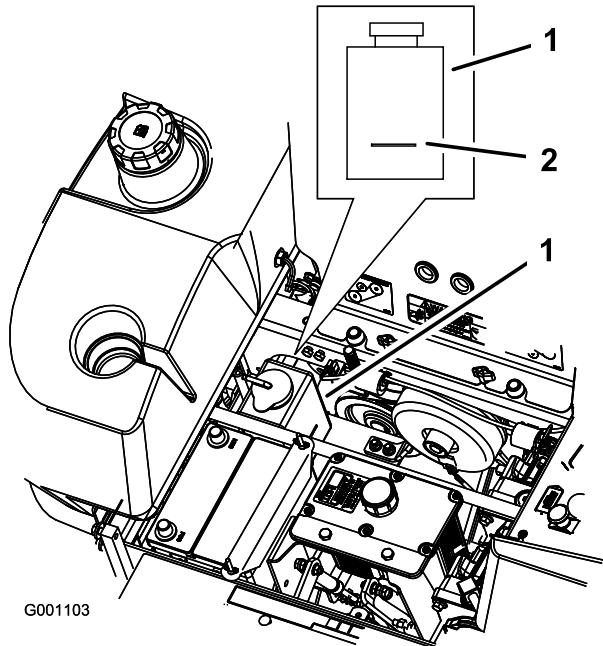

Figura 55
3. A motore freddo, controllate il livello della bottiglia di troppopieno. Il fluido deve raggiungere la sporgenza all'esterno della bottiglia di troppopieno (Figura 55).
4. Se il livello del refrigerante è basso, rabboccate la bottiglia di troppopieno con una miscela di 50% antigelo a lunga durata/DexCool® e 50% acqua (Figura 55).
5. Versate la miscela refrigerante 50/50 nella bottiglia di troppopieno e riempite fino alla linea tracciata sulla bottiglia (Figura 55).